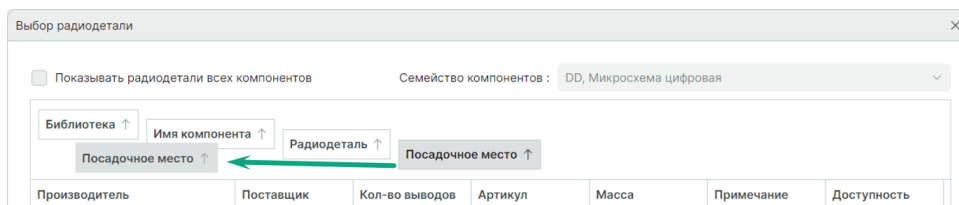

Рис. 103 Изменение порядка группировки
5. Изменение порядка группировки можно произвести перемещением заголовка столбца с помощью механизма «drag-and-drop», см. Рис. 103.